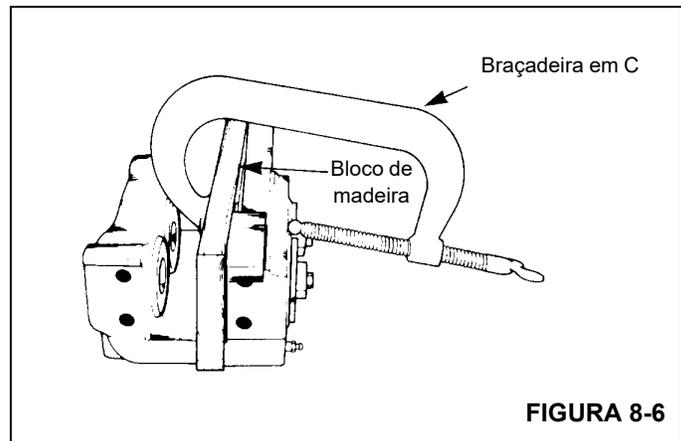

FIGURA 8-6
- a. Use uma braçadeira em C para fixar um bloco de madeira de 0.5 pol. (12,7 mm) contra os três pistões no lado de montagem da carcaça. Verifique se a braçadeira C não está na área em frente ao furo do pistão (Figura 8-6).